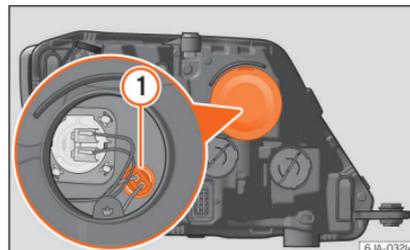

Abb. 90 Glühlampe für Standlicht auswechseln
- Nehmen Sie die Schutzkappe **Abb. 90** ab.
- Ziehen Sie die Fassung **Abb. 90** **1** nach außen ab.